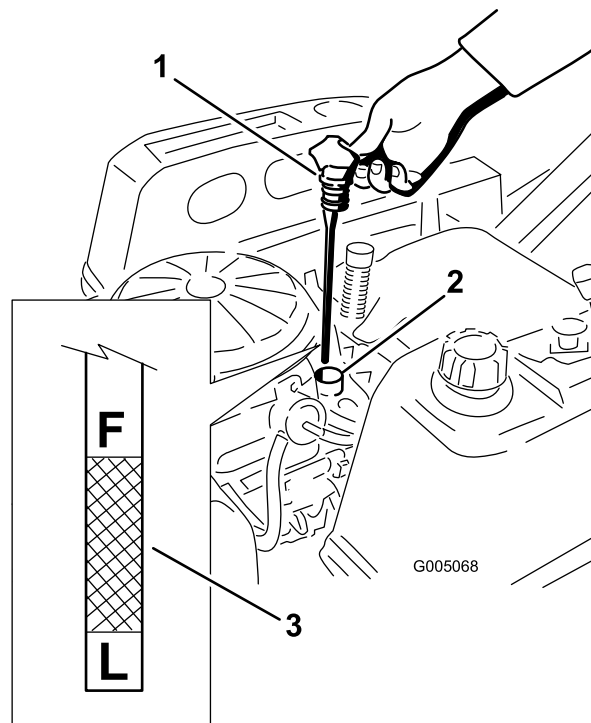
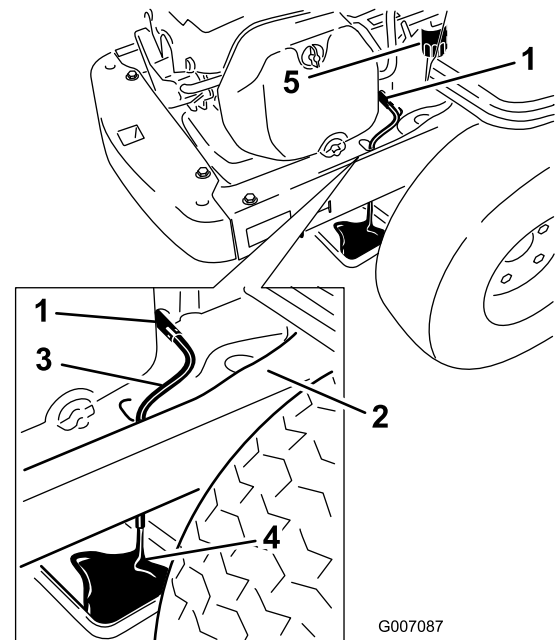

Bild 30
Bild 32
4. Ziehen Sie den Fülldeckel bzw. den Peilstab heraus und wischen Sie das Öl ab. Setzen Sie den Peilstab wieder ein und drücken Sie ihn richtig rein (Bild 30).
5. Nehmen Sie den Peilstab heraus und prüfen Sie den Ölstand (Bild 30).
7. Stellen Sie eine Wanne direkt unter das Ablassloch im Rahmen unter die Maschine, wie in Bild 32 dargestellt.
8. Drehen Sie das Ablassventil um eine Vierteldrehung nach links, um es zu öffnen, damit das Öl ablaufen kann (Bild 32). Nehmen Sie den Öleinfüllstutzendeckel/Peilstab ab (Bild 30).
10. Nehmen Sie den alten Filter heraus und wischen Sie das Befestigungspolster ab (Bild 32).
11. Schließen Sie das Ablassventil, sobald alles Öl abgelaufen ist. Entfernen Sie den Ölablassschlauch und wischen Sie Ölreste vom Rahmen ab (Bild 32).
15. Gießen Sie ca. 80 % der angegebenen Ölmenge langsam in den Einfüllstutzen (Bild 30).
16. Stecken Sie den Ölfülldeckel und Peilstab wieder fest ein (Bild 30).
17. Prüfen Sie den Ölstand (Bild 30); siehe Prüfen des Ölstands“.
19. Stecken Sie den Ölfülldeckel und Peilstab wieder fest ein (Bild 30).